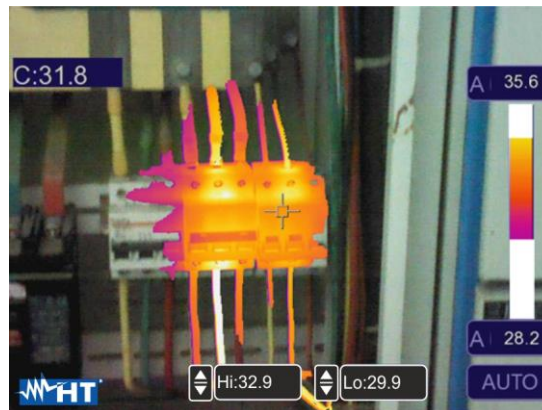

Fig. 44: Selección Visible range
11. Toque los campos “Hi” y “Lo” en la parte inferior del visualizador y utilice las teclas flecha ▲ o ▼ para configurar el valor del umbral de temperatura máxima y mínima. El instrumento muestra como imagen radiométrica IR los puntos con temperatura comprendida entre el umbral “Lo” y el umbral “Hi” y como imagen visible los puntos con temperatura externa a tal intervalo (ver la Fig. 44)